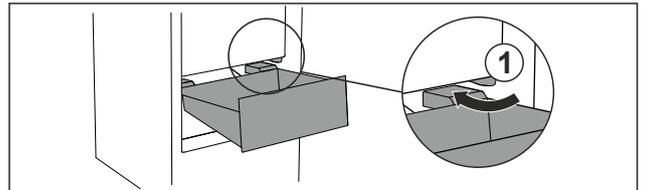

Fig. 106
- ▶ 围绕止动器 Fig. 106 (1) 倾斜引导抽屉。